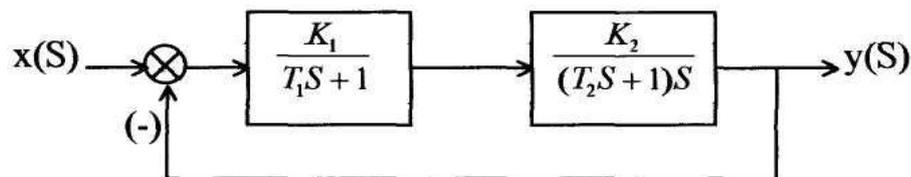

Рис.7.
3. В заданной на рис. 7 структурной схеме САУ с соответствующими передаточными функциями определите параметрическое условие устойчивости: